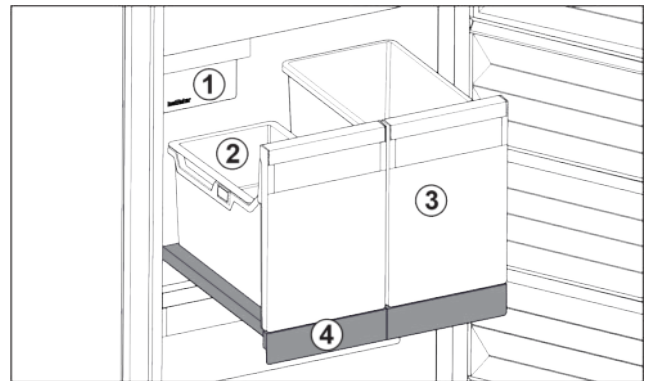

Fig. 83 Auszugsbord mit IceTower
- (1) IceMaker
- (2) Einhängeschale für Eiswürfel
- (3) Behälter für z. B. Pizza, alkoholische Getränke
- (4) Auszugsbord
Auf dem Auszugsbord sind zwei hohe Behälter (IceTower). Im Behälter Fig. 83 (2) werden Eiswürfel aus dem IceMaker gesammelt und gelagert. Behälter Fig. 83 (3) eignet sich für die Lagerung von hohen Lebensmitteln wie Pizzen oder alkoholischen Getränken.